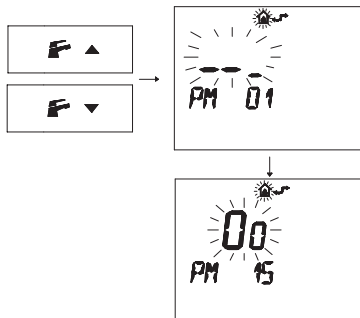

Fig. 5.51
- Premere i pulsanti o per visualizzare la programmazione "PM15" abilitazione della sonda esterna (Fig. 5.51).